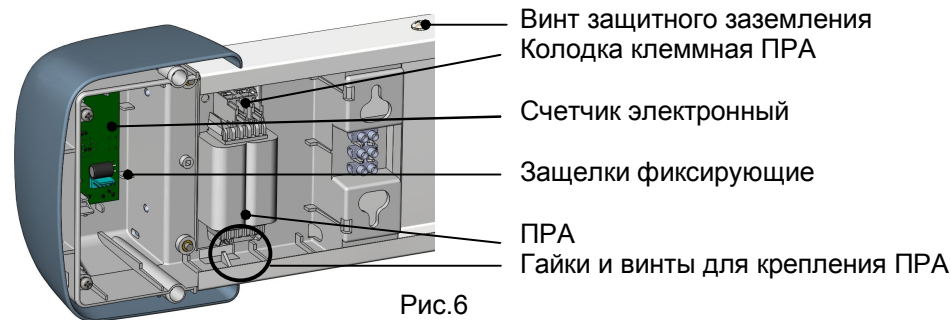

Рис.6
- Снять ПРА, предварительно открутив гайки (рис.6).
- Извлечь счетчик электронный из торцевого блока, нажав на фиксирующие защелки (рис.6).
- Отсоединить от колодок клеммных ПРА провода (рис.6).
- 7.5. По окончании срока службы ламп (8000 или 9000 часов в зависимости от типа установленных ламп) необходимо произвести замену обеих ламп п.7.6 и провести техническое обслуживание облучателя (очистка узлов от пыли, контроль электрических контактов, крепежных элементов и крепления наконечника провода заземления на корпусе облучателя при помощи винта рис.6). При замене ламп необходимо сбросить показания счетчика электронного.